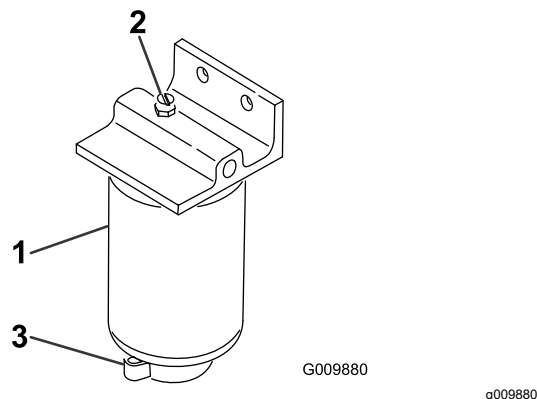

Figura 55
2. Liberte a válvula de escoamento que se encontra na zona inferior do recipiente do filtro (Figura 55).
1. Limpe a zona de montagem do recipiente do filtro (**Figura 55**).